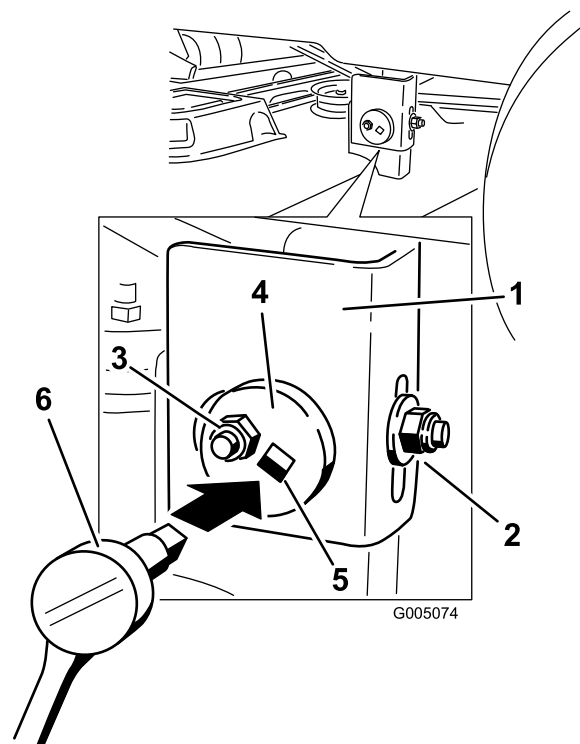

Figure 50
- Passez au côté gauche de la machine. Desserrez sans le retirer, l'écrou de blocage arrière sur le support (Figure 50).
- Desserrez l'écrou de blocage latéral sur le support jusqu'à ce qu'il soit possible d'ajuster la plaque excentrique (Figure 50). Utilisez une clé à douille munie d'une rallonge de 3/8 pouce pour manipuler la plaque excentrique. Utilisez la clé pour repositionner le plateau de coupe à la hauteur voulue.
- Arrêtez le plateau de coupe et vérifiez sa hauteur, puis serrez l'écrou de blocage latéral sur le support pour fixer cette nouvelle position (Figure 50). Serrez l'écrou de blocage arrière sur le support.